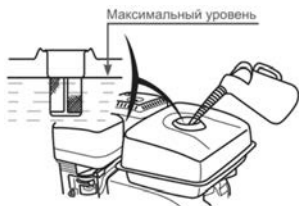

Рис. 9 Максимальный уровень топлива в топливном баке
Максимальный уровень топлива показан на Рис. 9
3. Залейте бензин в топливный бак при помощи специальной емкости или воронки до уровня, показанного на Рис. 9.